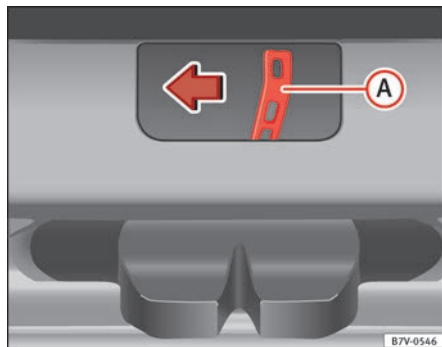

Fig. 192 Desde el maletero: Desbloqueo de emergencia del portón trasero.
- Presione la palanca de desbloqueo ⇒ fig. 192 **A** en la dirección de la flecha para desbloquear el portón.